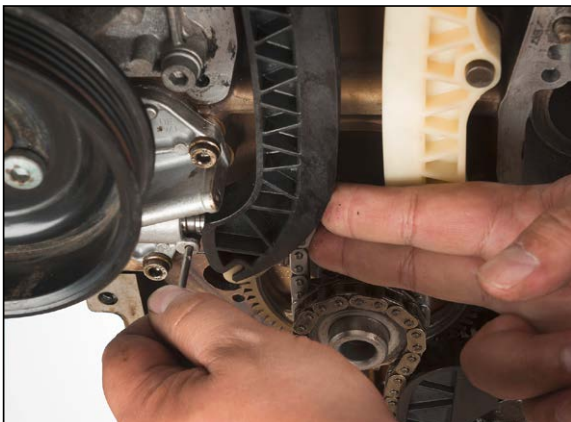

bild 16
5. Tryck med tummen på spännskenan mot spännaren och ta ut låsstiftet från kedjespännaren (bild 16).